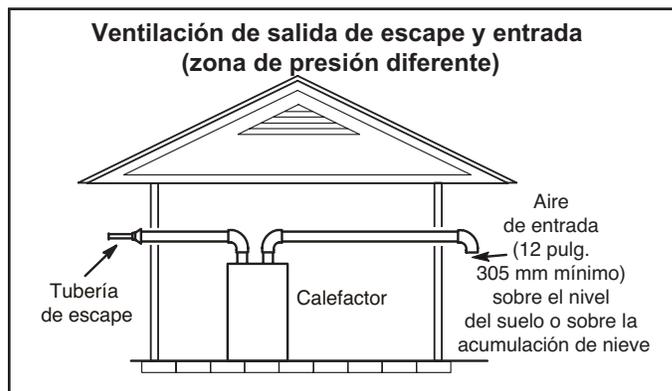
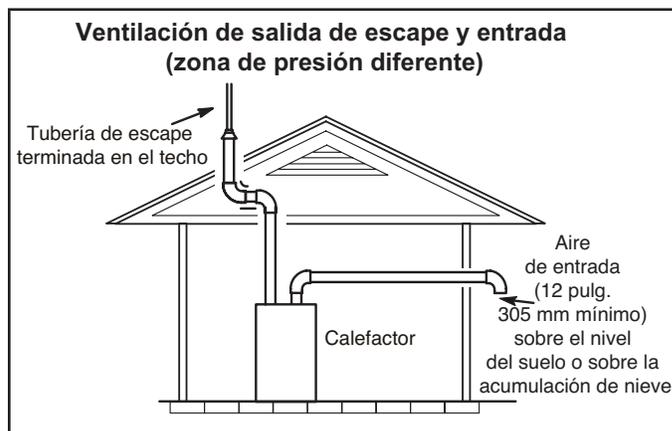

FIGURA 30
FIGURA 31
- 1 - Las terminaciones de entrada y de escape no tienen que estar en la misma zona de presión. Usted puede sacar la entrada en un lado de la estructura y el escape en el otro lado (FIGURA 30). Usted puede sacar el escape por el techo y la entrada por el costado de la estructura (FIGURA 31).
- 2 - Use un destornillador grande de punta plana o una extensión de la boquilla de accionamiento de 1/2" y retire el tapón (Figura 31) de la caja del cabezal del extremo frío en la ubicación apropiada en el costado de la unidad. Instale el accesorio del codo macho hembra de 3/4 NPT en la caja del cabezal del extremo frío. Use cinta de Teflón o un recubrimiento para tuberías apropiado.